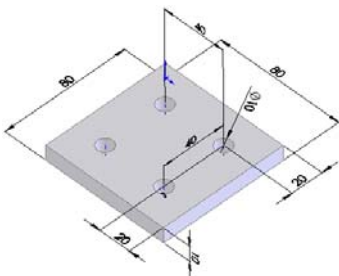

图 7-50 底座平板零件尺寸图示
**【例 7-3】**以图 7-50 所示的装配体为例，讲述镜像零件的操作步骤。
**02** 插入“底座平板”文件。在弹出的“开始装配体”属性管理器中,单击“浏览”按钮,插入已绘制的名为“底座”文件,并调节视图中零件的方向,圆盘零件的尺寸如图 7-50 所示。